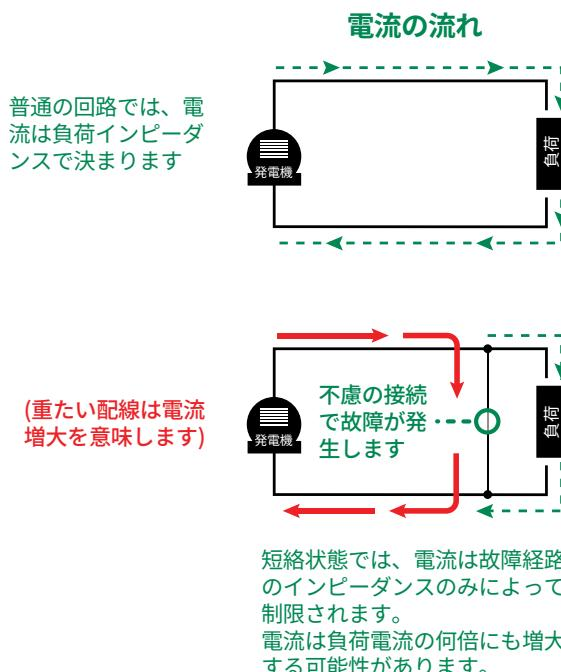

図 16 – 正常及び短絡における電流の流れ
**短絡 (図 16 を参照。)** – 絶縁故障や機器接続不良によって発生する、通常の経路を外れた電流。短絡において、電流は通常の負荷を迂回します。この電流は負荷インピーダンスではなく、システムインピーダンス (AC 抵抗) によって決まります。短絡電流は僅かな値から 200,000A以上まで発生する可能性があります。